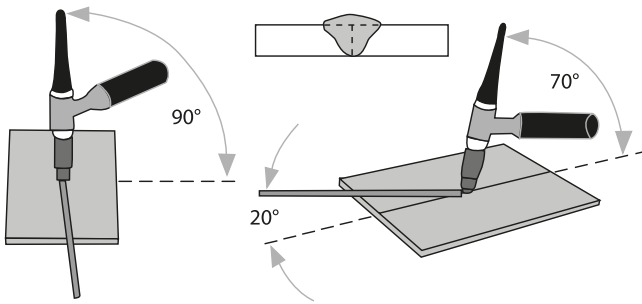

Рисунок 11. Положення «TIG-пальника» під час виконання зварювання кутового з'єднання.
4. Після появи дуги одразу відвести електрод від поверхні майбутнього шва на відстань 2-4 мм та утримувати цю відстань протягом усього зварювання (рис. 11).